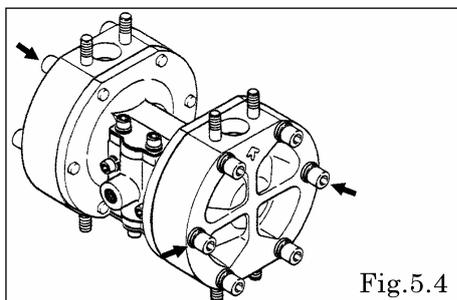

Fig.5.4
- Retire los 12 pernos retenedores de la cámara de salida y quítela. [Fig. 5.4]